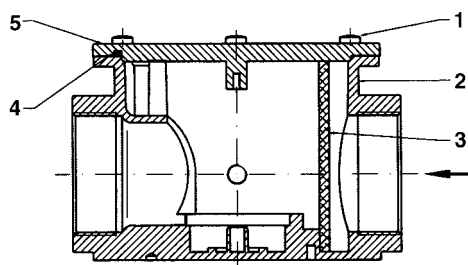
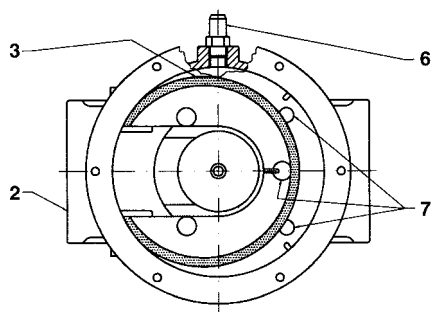

Рис. 50b
Рис. 50c - Вид сверху без крышки
#### С резьбовым соединением - Рис. 50b и Рис. 50c
После того, как вы убедитесь, что внутри фильтра нет газа под давлением, снимите крышку (5) отвинтив крепёжные винты (1). Снимите фильтрующий патрон (3), промойте его водой с мылом, продуйте сжатым воздухом (или замените его при необходимости) и установите его на прежнее место, проверив, что он расположен между соответствующими направляющими (7), контролируя, чтобы не было препятствий для установки крышки (5). Затем установите крышку (5), следя, чтобы кольцо-прокладка (4 на Рис. 50b) было установлено в соответствующий паз.
#### Описание (Рис. 50b - Рис. 50c)